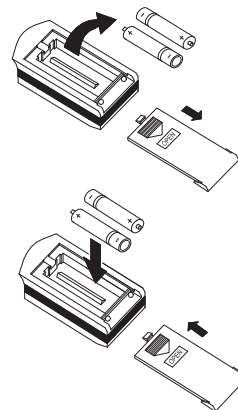

Рис. 7.5
- Для извлечения батареек, при замене, необходимо сдвинуть крышку пульта управления в направлении стрелки (см. рисунок 7.5) извлечь батарейки и установить новые.